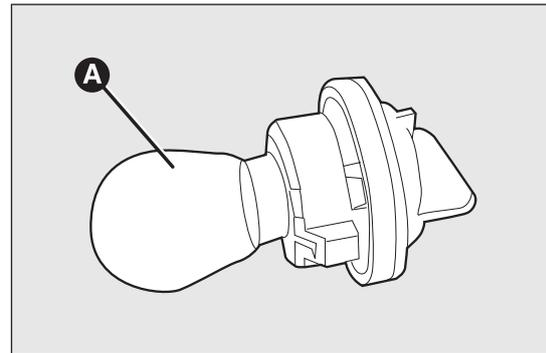

fig. 146
- estrarre la lampada A fig. 146 e sostituirla;